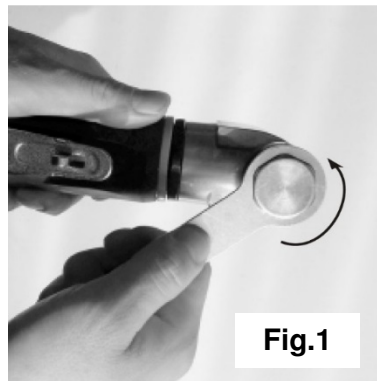

Fig.1
- 1.2. Die Sechskantschraube mit dem Schlüssel lösen (Abb.1).